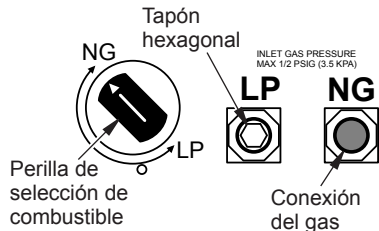

Figura 5 - Ajustes para Gas Natural
2. Para GAS NATURAL, presione la perilla con un destornillador plano con hoja de un cuarto de grosor y gire la perilla en dirección de las manecillas del reloj hasta que la perilla quede fijada en la posición NG (consulte la Figura 5). El dispositivo de selección de combustible debe estar fijo en la posición NG. No use el calentador con la perilla ubicada entre las dos posiciones.
4. Retire el tapón hexagonal (con la llave provista) de la entrada de gas natural del regulador y descarte (consulte la Figura 5). Instale la tubería de gas en la entrada del regulador de gas natural. Utilice sellador de roscado para evitar fugas.